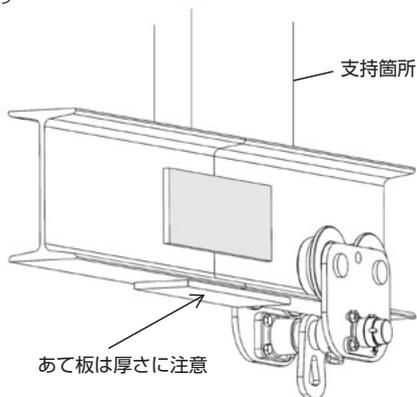

図5
- (10) トロリを設置するレールの寸法を確認し記録してください。
- (11) 横行レールの継ぎ目は、レールの支持箇所付近に設定してください。
- (12) レールの側面や底面にあて板を溶接する場合には、厚みにご注意ください。また、厚いあて板を使用するとトロリが当たって通過しない事があります。図5